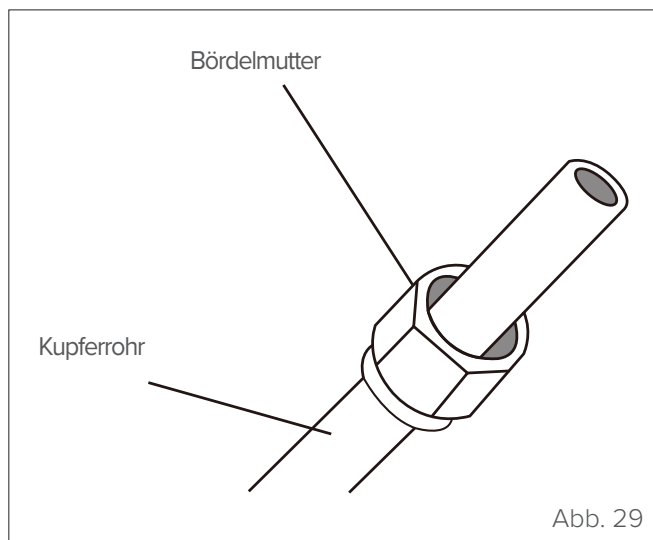

Abb. 29
- 3 An beide Rohrenden Bördelmutter ansetzen. Sicherstellen, dass sie in die richtige Richtung zeigen, denn sie können nach dem Bördeln nicht mehr abgenommen und umgedreht werden, (siehe "Abb. 29").